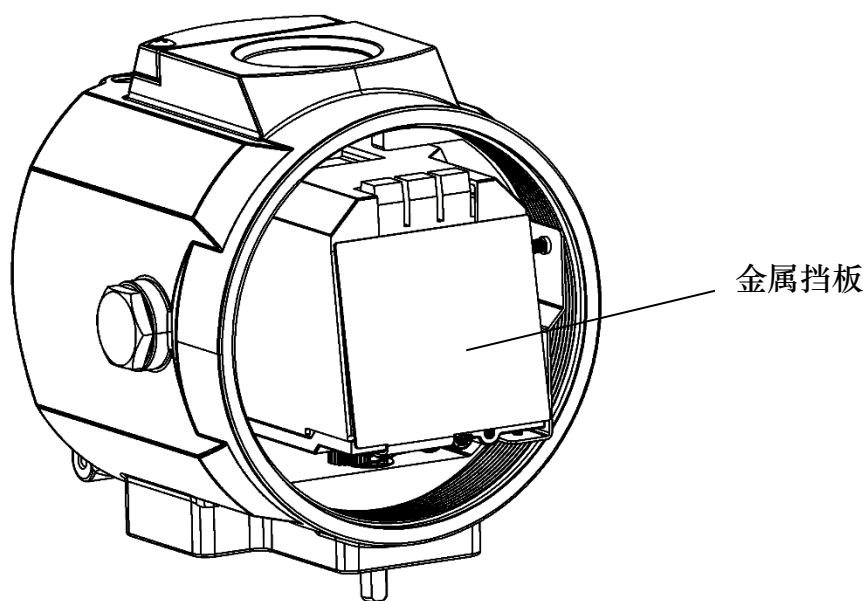

图29. 内部金属挡板
- 将反馈模块按图 29 所示位置安装，模块电气接口和电路板上接口按照对应颜色连接，用